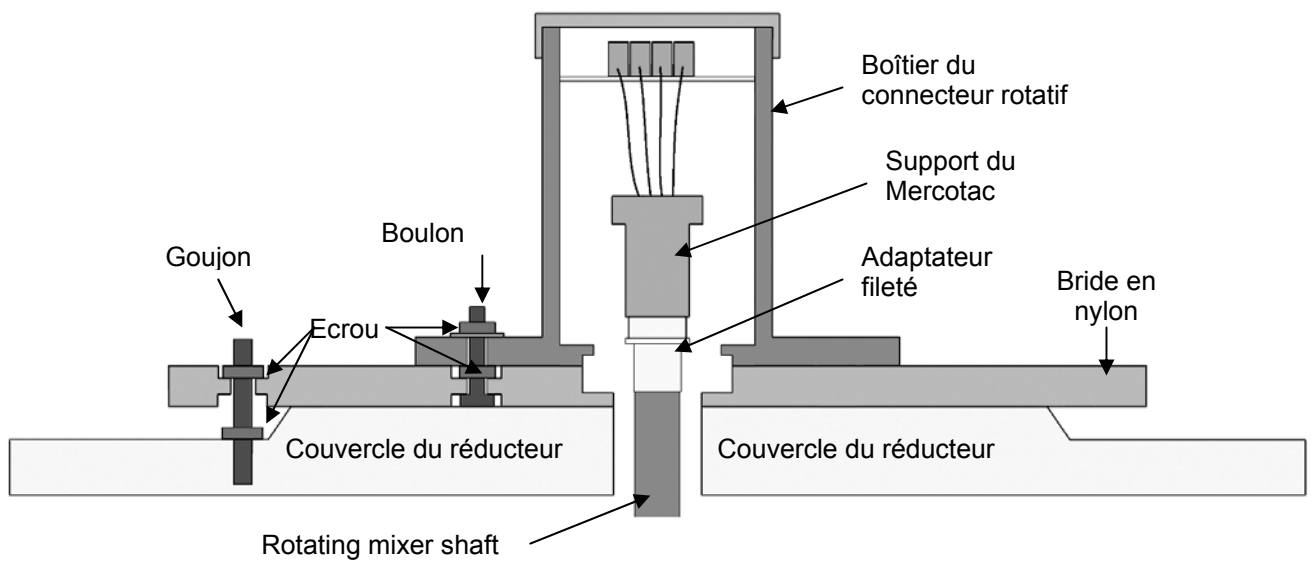

Figure 18 – Montage du connecteur rotatif de type 'A'
- Monter la bride en haut de la plaque de couverture et remplacer les boulons de couverture par des goujons plus longs. S'assurer que les boulons prisonniers nécessaires à la fixation du connecteur rotatif sont en place. Voir figure 18.